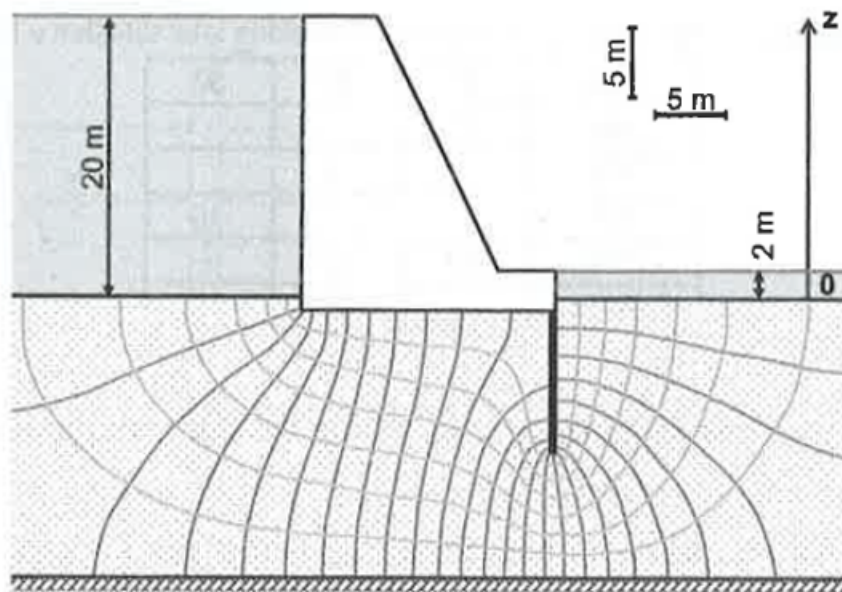

Figure 2: Barrage poids avec écran vertical imperméable
6. Afin de limiter le risque de renard hydraulique, un écran vertical imperméable est ajouté en aval du barrage (Fig. 2). Réévaluer le risque de renard hydraulique à l'aval.